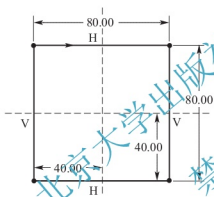

图 3.53 第一个混合截面
步骤 5: 选择“FRONT”基准平面为草绘平面, 选用默认参考平面。在草绘环境中绘制如图 3.53 所示的第一个混合截面。
**说明**: 图 3.53 中的箭头所在位置表示该点为该混合截面的起始点位置。选图中其余的一个端点, 被选中的端点为红色, 此时单击鼠标右键, 出现如图 3.54 所示的快捷菜单, 选择**【起点】**命令, 可改变起始点的位置。
步骤 12：选择【平行混合】对话框中的【截面】→【定义】→【草绘】命令，将第一个截面的起始点位置由图 3.53 改为图 3.57 所示位置。